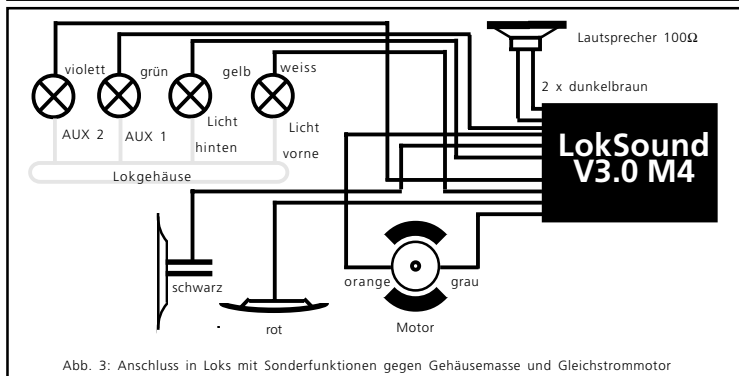

Abb. 3: Anschluss in Loks mit Sonderfunktionen gegen Gehäusemasse und Gleichstrommotor
b) Die Lampen/Funktionen sind gemeinsam gegen die Lokmasse geschaltet (z.B. fast alle Märklin®-Lokomotiven sowie ältere Fleischmann- oder ROCO-Loks). Diesen Fall zeigt Abb. 3
Loks, die nach Abb. 3 verschaltet werden, benötigen nach wie vor einen analogen Raucheinsatz, z.B. Seuthe Nr. 10.